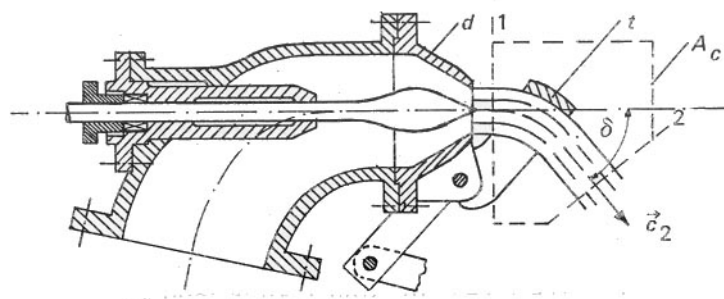

Figura 3.1 : Esercizio n°2
- 2) Un getto d'acqua (figura 3.1) effluente dal distributore (d) di una turbina Pelton investe il tegolo deviatore (t) con una velocità di 100 m/s . Assumendo che il getto mantenga lungo la parete del tegolo la sezione retta con cui effluisce, pari a 0.01 m^2 , determinare la forza che i vincoli esercitano complessivamente sul tegolo nella posizione indicata ($\delta = 45^\circ$).